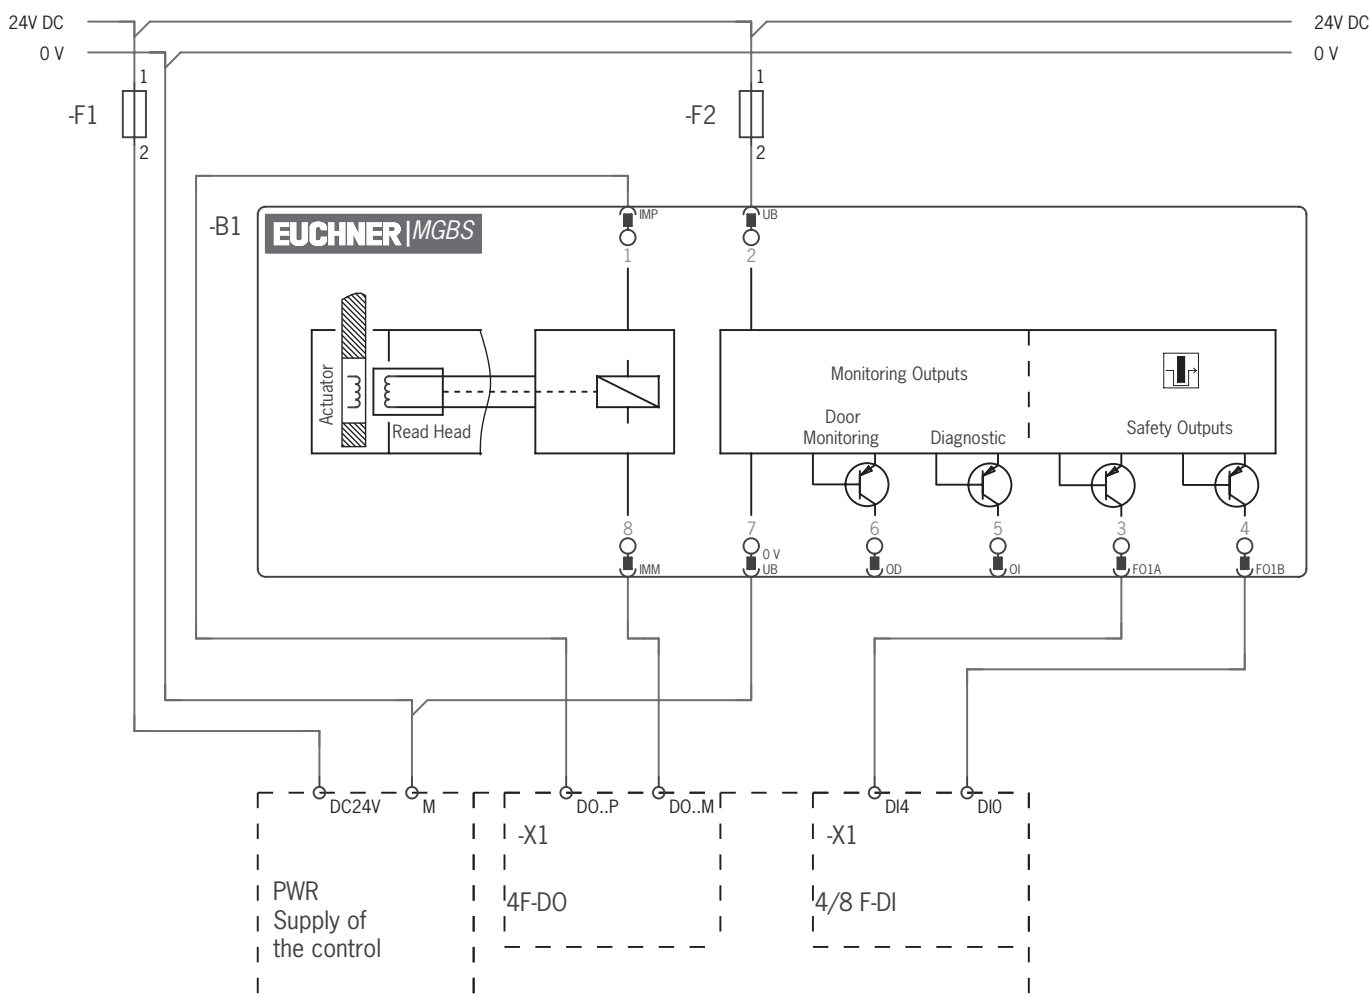

Fig. 5: Esempio per il collegamento su ET200
- Con il comando a due canali della tensione del magnete attraverso le uscite sicure di un sistema di controllo, tener conto dei seguenti punti (vedere anche la Fig. 5 a pagina 29):